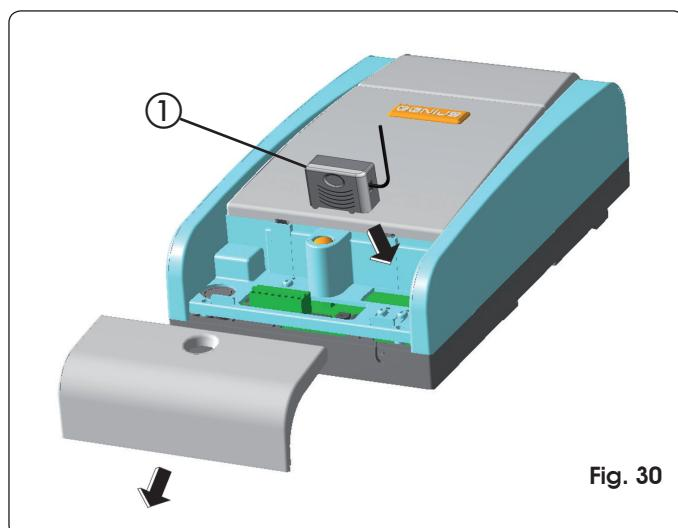

Fig. 30
El equipo electrónico está provisto de un sistema de descodificación bi-canal integrado. Este sistema permite memorizar, mediante un módulo receptor adicional (Fig. 30 ref. ①) y radiomandos de la misma frecuencia, tanto la apertura total (OPEN A) como la apertura parcial (OPEN B) de la automación.